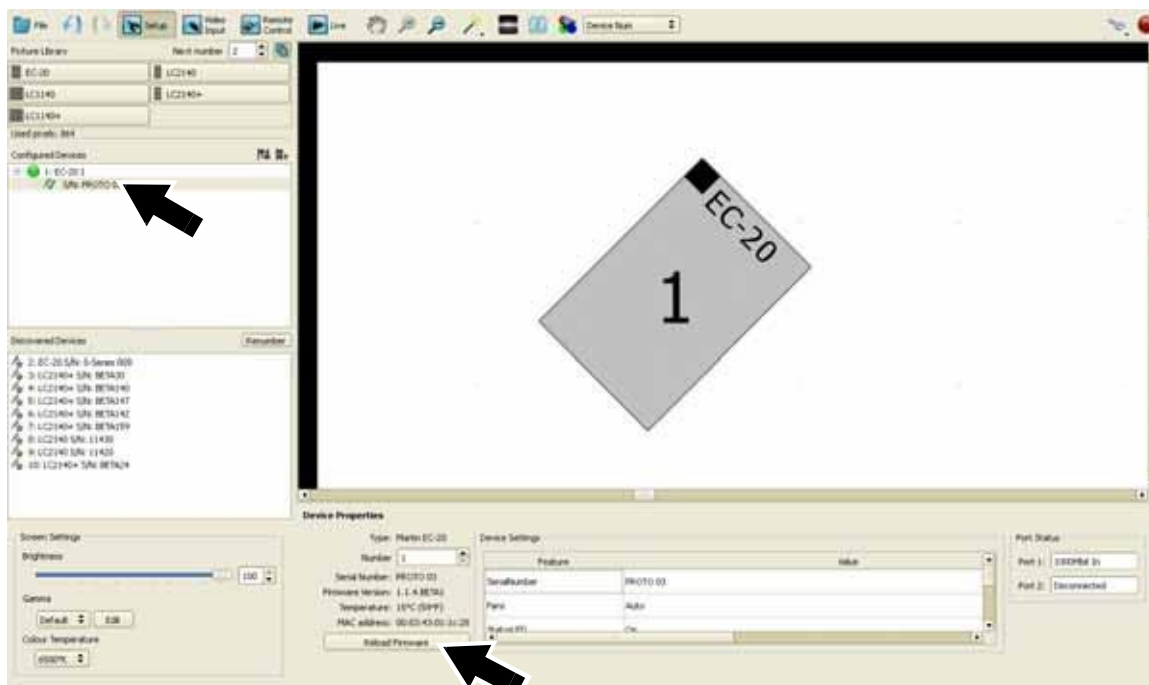

Рисунок 46: Перезагрузка встроенного ПО на одной панели
1. См. рисунок 46. В приложении P3-100 выбрать окно **Setup**. В списке **Configured Devices** слева на экране перечислены панели, которые подключены и прошли конфигурацию. Для каждой панели есть строка, в которой есть знак плюса, зеленая кнопка и указан тип панели. Нажать на знак плюса, чтобы просмотреть серийный номер панели.